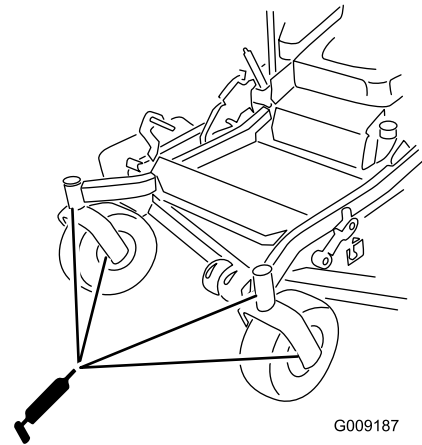

Figura 40
10. Instale el tapón hexagonal y la tapa (Figura 40).
11. Engrase los cojinetes de las ruedas giratorias (Figura 40).